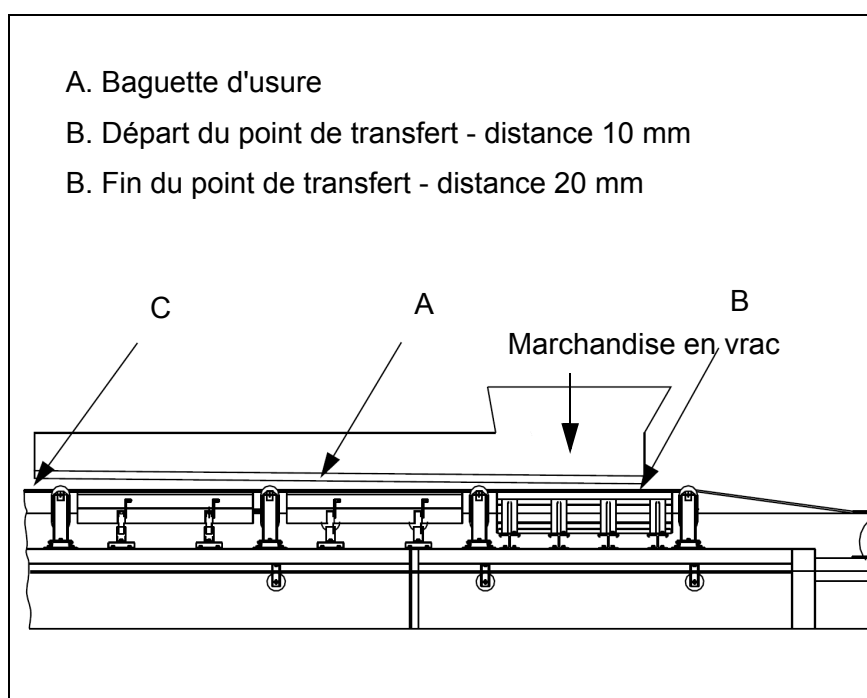
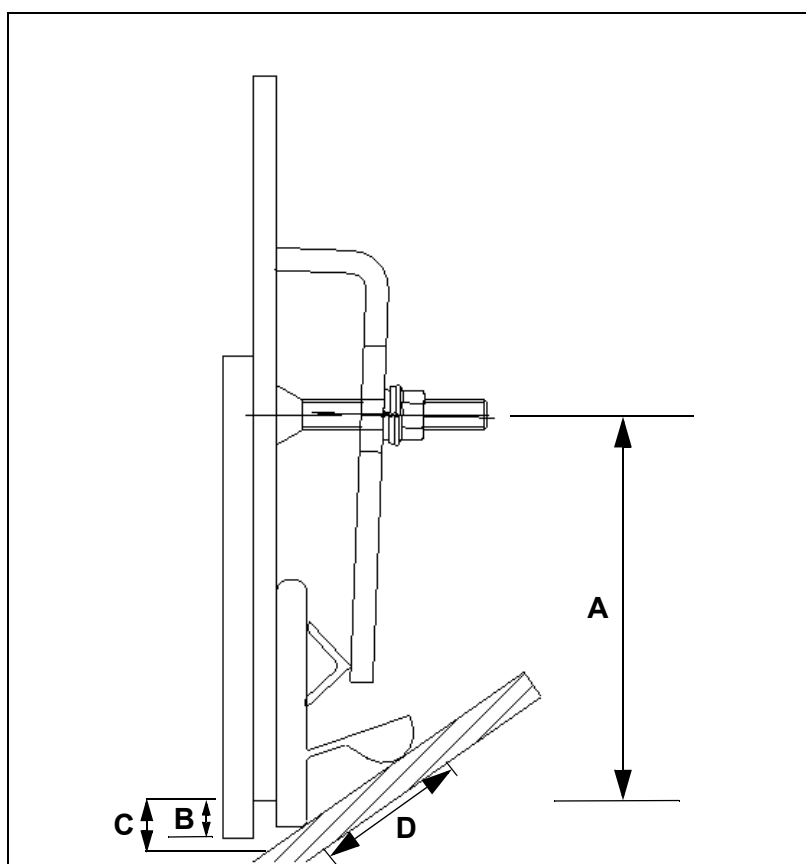

Abb. 1: Position de la paroi de rampe et de la baguette d'usure
Abb. 3: Dimensions d'installation du système d'étanchéité latéral
1. La baguette d'usure MARTIN® DURT TAMER™ (A, fig. 1) doit être installée au départ du point de transfert à une distance d'env. 10 mm (B, fig. 1) de la bande de convoyage. Cette distance doit augmenter à env. 20 mm (C, fig. 1) à la fin du point de transfert (cf. point C de la fig. 3 et le tableau 2 page 17 pour plus de détails).